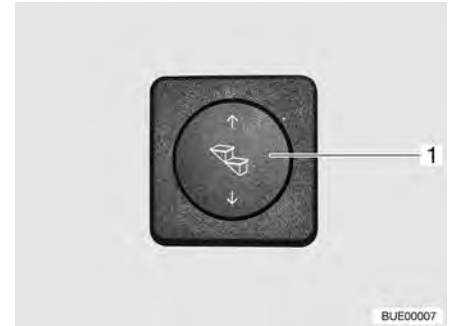

Fig. 10 Interruttore di comando scalino di ingresso
- Premere in basso l'interruttore a bilico (Fig. 10,1) e tenerlo premuto (almeno 3 secondi), fino a che lo scalino di ingresso è stato completamente estratto.
- Premere in alto l'interruttore a bilico (Fig. 10,1) fino a che lo scalino di ingresso è completamente inserito.